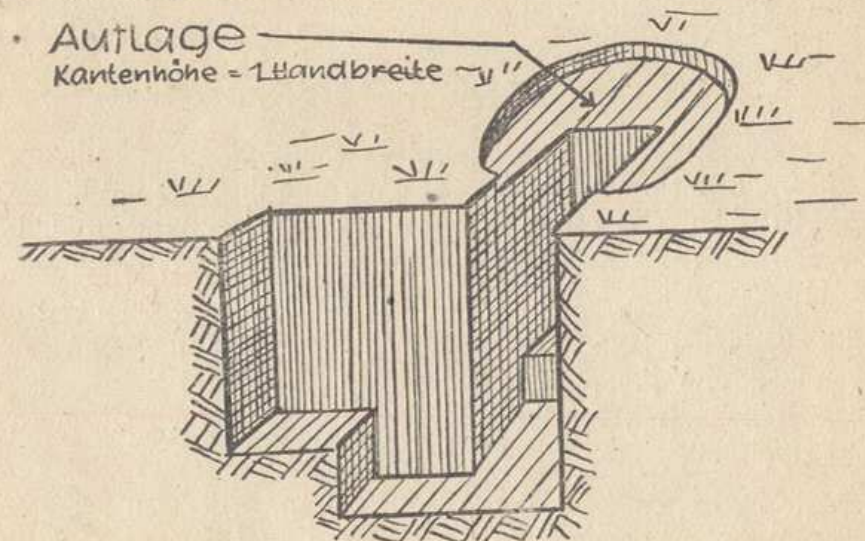

Bild 9
29. Ist ein Grabensystem nicht vorhanden, so sind durch die Bedienung des Ofenrohrs Panzerdeckungslocher anzulegen (siehe Bild 9 und 10).